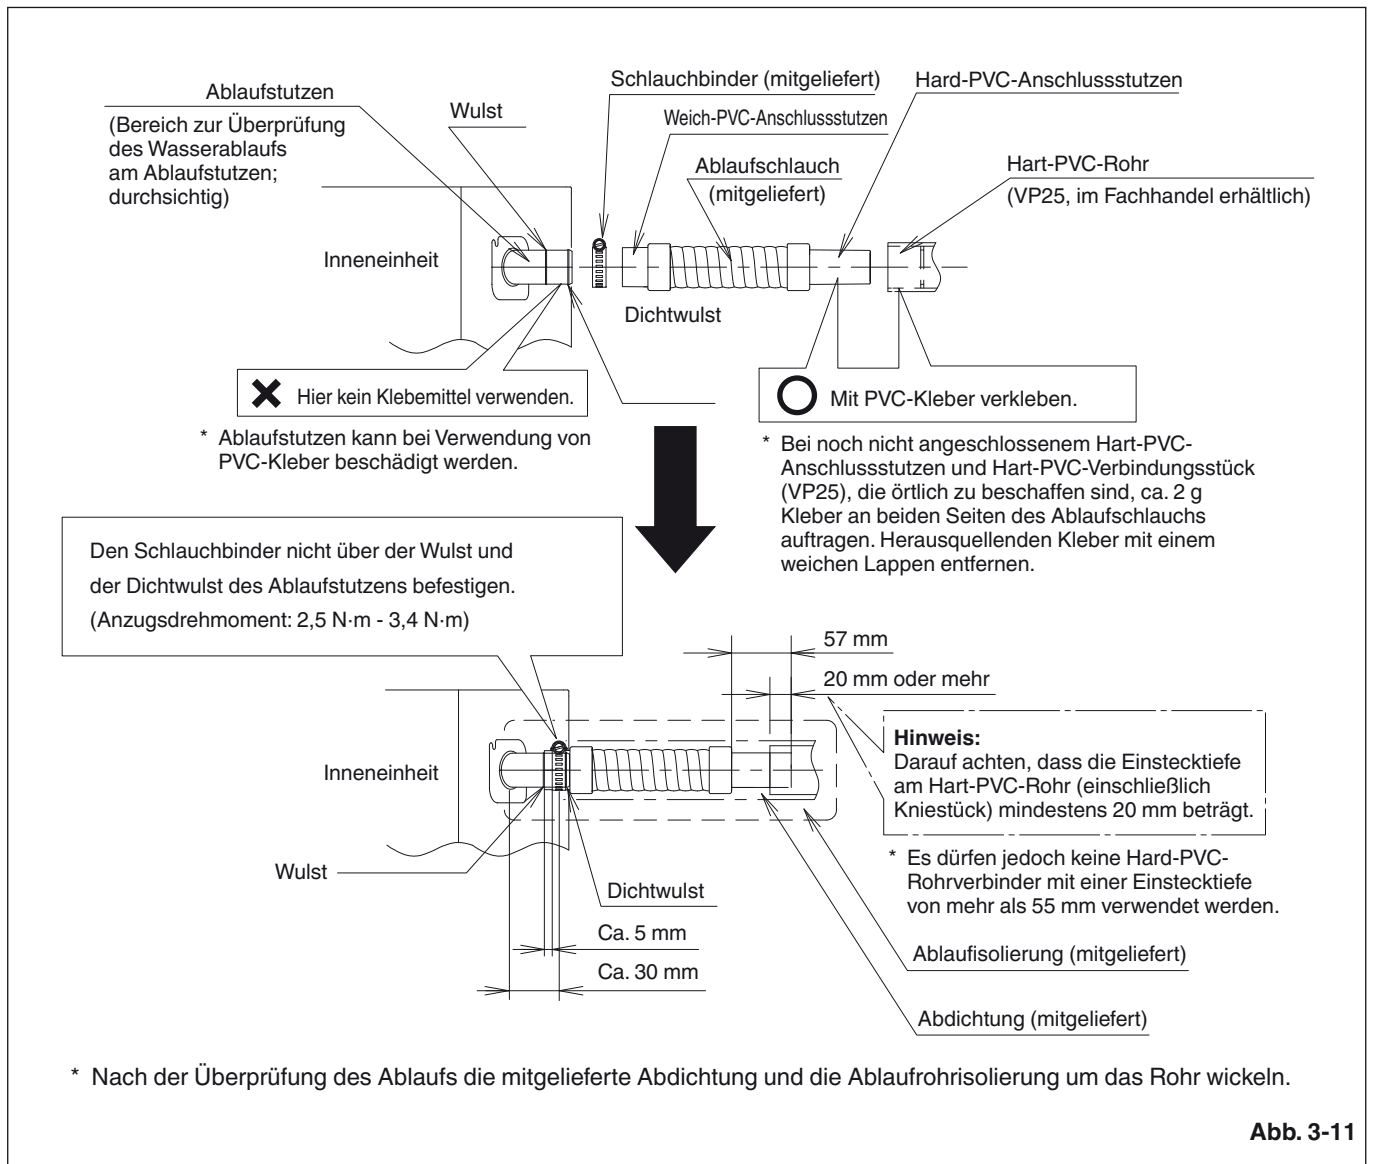

Abb. 3-11
- 3) Den Schlauchbinder so weit auf den Schlauch schieben, dass der Abstand zwischen seiner Mitte und dem Außenblech der Inneneinheit ca. 30 mm beträgt. (Abb. 3-11)